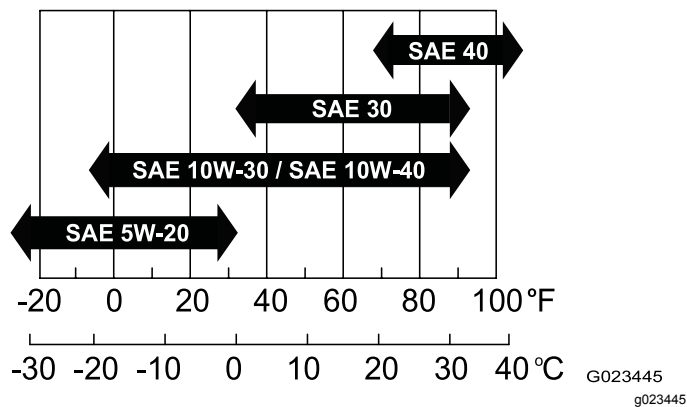

図 13
- **粘度** SAE 30 他の粘度のオイルを使用する場合は、以下の表を参照のこと 図 13